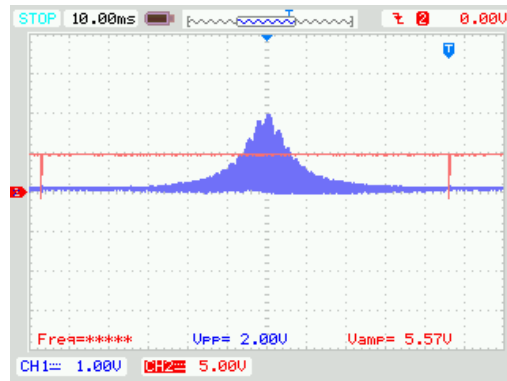
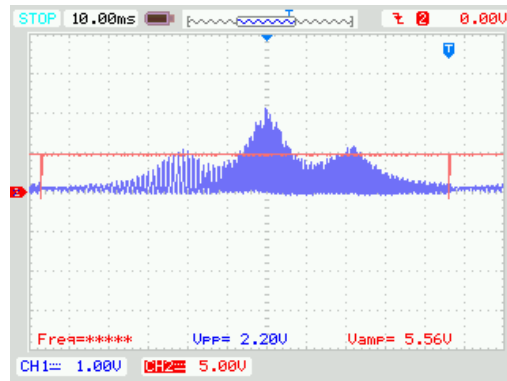

图 26:  $V_{pp}$ : 0[V]
図 29:  $V_{pp}$ : 3[V]
7. また、1CH を信号波 (S2) に合わせ、0Vpp に設定し、再度スイープ出力端子に戻し、波形を観測・記録した。これを信号波 1, 2, 3Vpp の場合も観測・記録した。(図 26～図 29 に示す。)